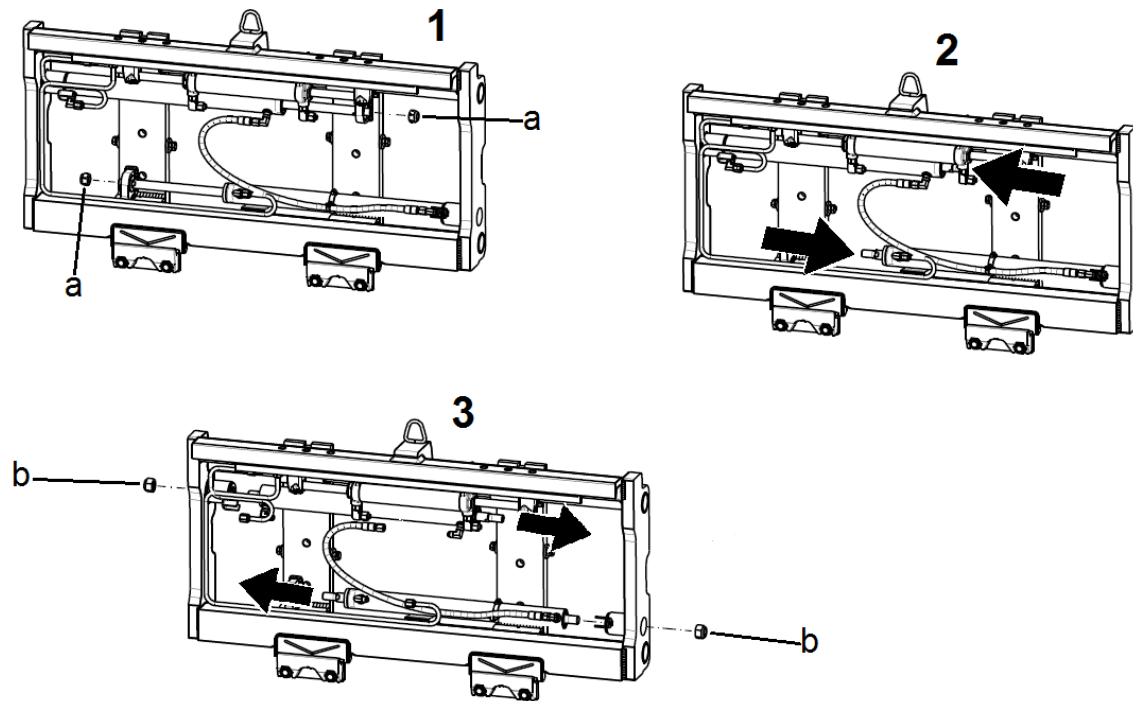

Fig. 040
7.5.3. **Rimuovere i dadi di fissaggio dello stelo cilindri "a", Fig. 040 (per le chiavi vedi punto 7.4.3.).**
7.5.7. **Rimuovere i dadi fissaggio fondello cilindri, "b", Fig. 040 (chiave a bussola ISO 1174 30 mm per portate fino a 3.6 t, 41 mm per 5 t, 50 mm per classe 4).**